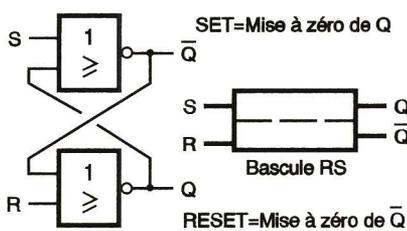

Fig 1
■ BISTABLE A PORTES NOR (appelée bascule RS) (voir fig. 1)